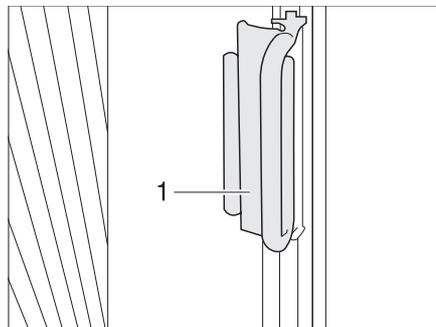

Bild 21 Verriegelung faltverdunklung Fahrer-/Beifahrerfenster
- Die faltverdunklungen für das Fahrerfenster und das Beifahrerfenster mit dem Griff (Bild 21,1) auf den Aufsatz schieben. Die faltverdunklung ist gesichert.